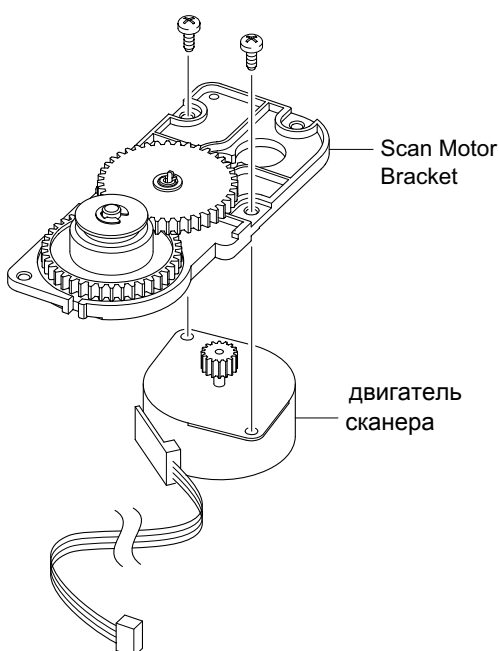

Рисунок 6
9. Если требуется, выкрутите два винта, крепящие двигатель сканера, затем снимите его, рисунок 6.